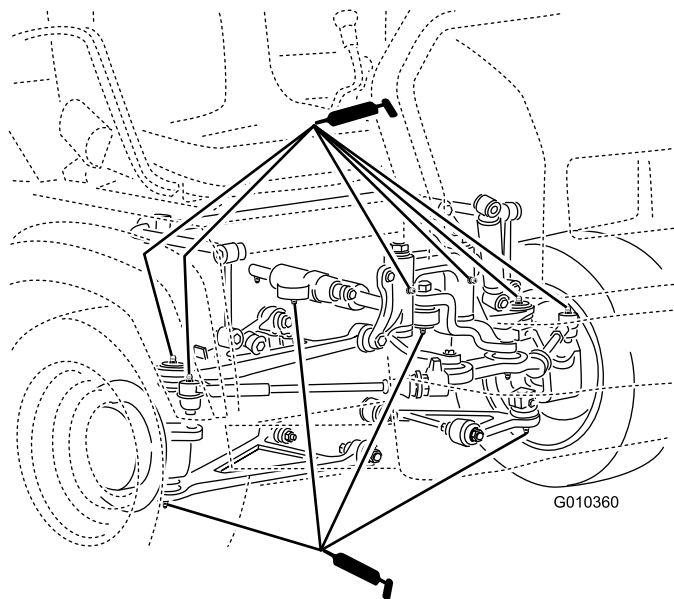

Figure 29
- Rotules (4) ; voir Figure 29
- Bielles de direction (2) ; voir Figure 29
- Supports de pivot (2) ; voir Figure 29
- Vérin de direction (2) ; voir Figure 29